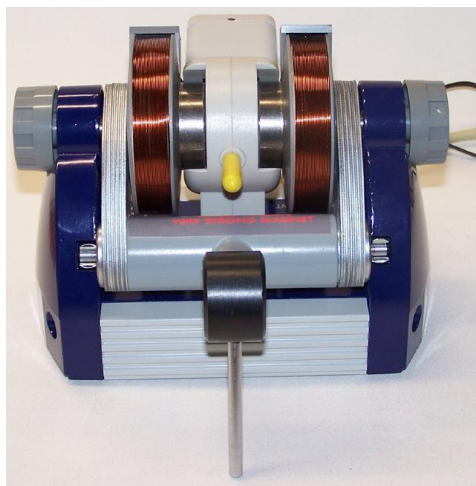

Fig. 2: Unità base con campione di glicerolo inserito
- Inserire il campione di glicerolo (cappuccio giallo) nell'alloggiamento del campione (vedere Fig. 2).